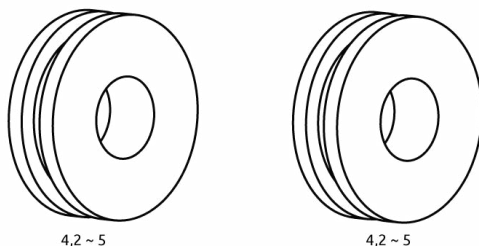

Рис. 8.9. Ролики.
- При значительном износе канавки подающего ролика (см. рис. 8.9) необходимо одновременно заменить два подающих ролика.